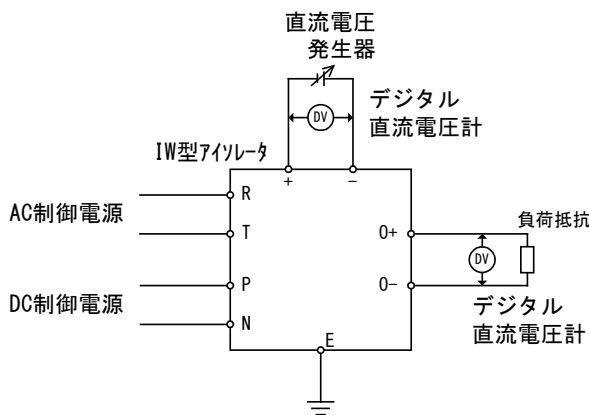

図5 試験接続図
b) 図5の結線を行い、15分以上ウォームアップした後計測試験を行ってください。